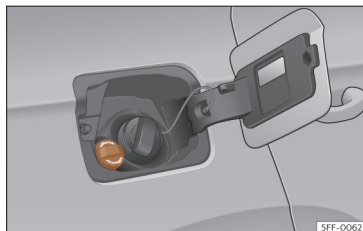

Fig. 206 Tampão do bocal de enchimento do reservatório do AdBlue®.
- Abrir a tampa do depósito >>> **Fig. 206.**
- Gire o tampão de fecho do bocal de enchimento de SCR para a esquerda >>> **Fig. 206.**